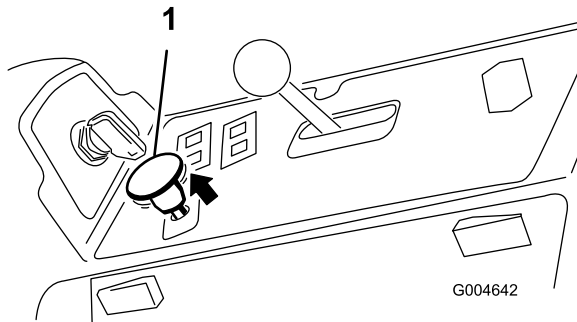

Figura 19
3. Innestate il comando della PDF alzandolo (Figura 19).